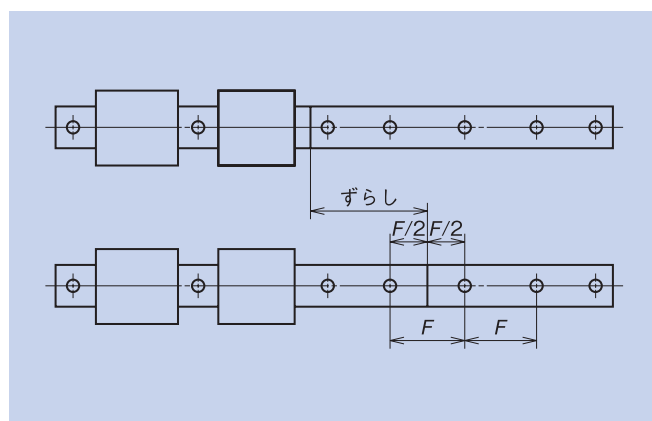

図 13
- ・継ぎ部のレール取付穴ピッチは図13のFとなるようにし、2列平行で使用される場合は継ぎ部での精度変化を避けるため、継ぎ部をずらして組み付けることを推奨しています。ずらす長さはスライダ長さより長くすることを推奨します。また、より高い精度を必要とする場合には、テーブル移動時に同一テーブル中のスライダが同時に継ぎ部を通過しないようにするなど配慮が必要となります。